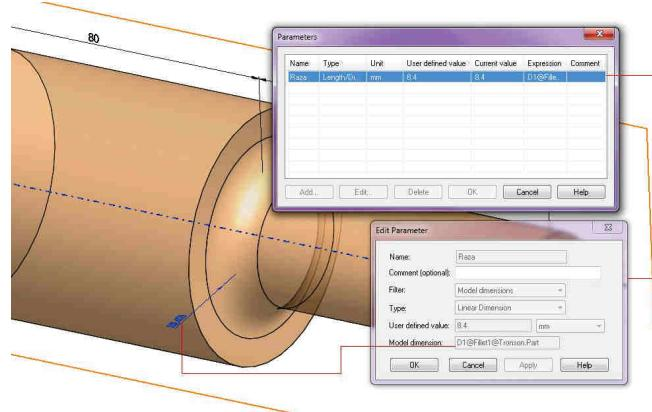

Fig. 11.13
- Click **Insert → Design Study → Parameters**; va fi afișată fereastra **Parameters**, fig. 11.13.
- Click butonul **Add**; va fi afișată fereastra **Add Parameters**, fig. 11.13.
- Click **Insert → Design Study → Parameters**; the **Parameters** window will be displayed, fig. 11.13.
- Click **Add Parameters**; the **Add Parameters** window will be displayed, fig. 11.13.